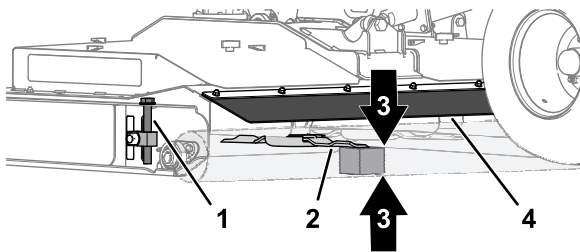

Figura 80
- Trabajando en la parte trasera de la carcasa del cortacésped, eleve la aleta trasera y alinee el bloque de madera de 51 mm entre el extremo trasero de la cuchilla del cortacésped central y el suelo (Figura 80).